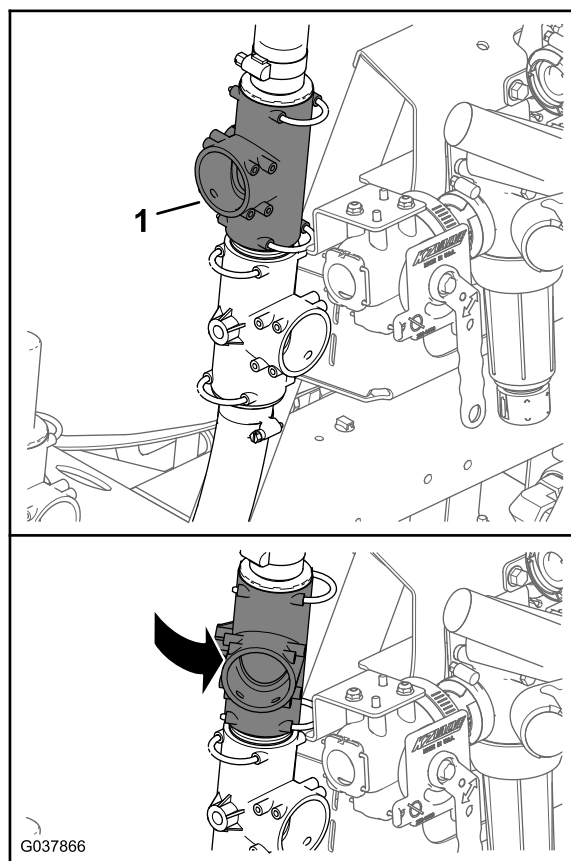

Figura 68
- Rode a união em T superior aproximadamente 35° no sentido contrário ao dos ponteiros do relógio (Figura 68).